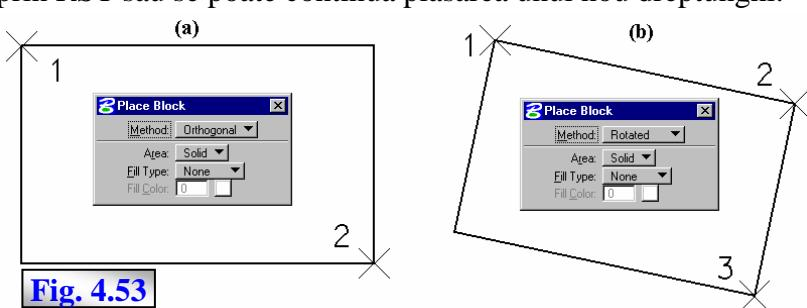

Fig. 4.53
Metoda **Orthogonal** necesită două puncte, fig. 4.53 (a):
- Metoda **Rotated** necesită trei puncte, fig. 4.53 (b):